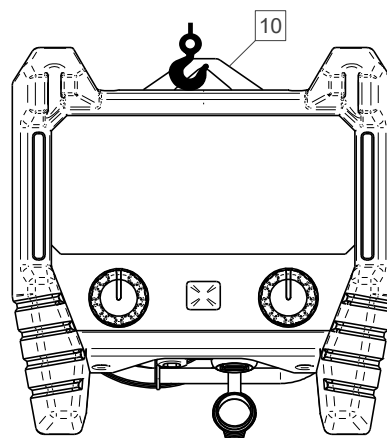

Figura 6
- Staffa [10], che viene utilizzata per sospendere il dispositivo RC (Figura 6).